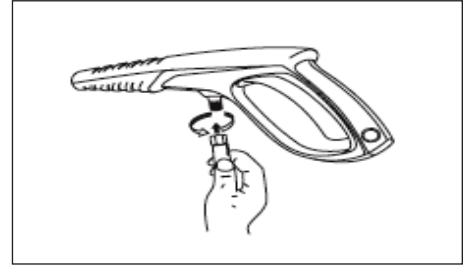

Figure 9 - Attachez le tuyau haute pression au pistolet
7. Attachez le tuyau haute pression au pistolet (voir la figure 9).